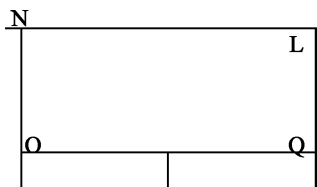

图 15-106 导线
(3) 移动滑动变阻器。将如图 15-105 所示的滑动变阻器移动到如图 15-106 所示的导线 NO 上,步骤如下: